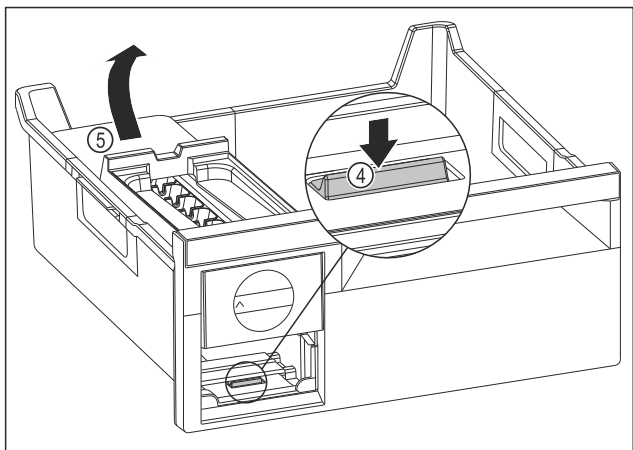

Fig. 145
- ▶ Вийняти корпус EasyTwist-Ice: натиснути накладку Fig. 145 (4) пальцем вниз і одночасно підняти корпус EasyTwist-Ice Fig. 145 (5) ззаду іншою рукою.